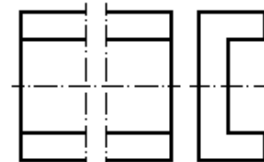

FIGURA 9
g) Cuando las piezas tengan una configuración uniforme, la rotura podrá indicarse con una línea de trazo y punto fina, como la de las líneas de los ejes (figura 9).